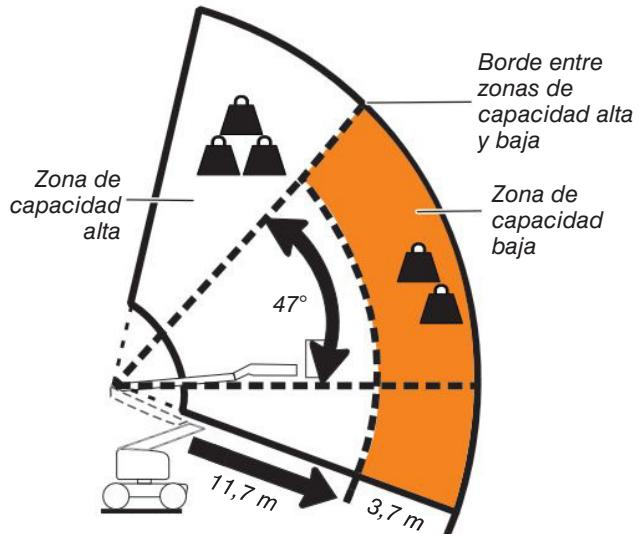
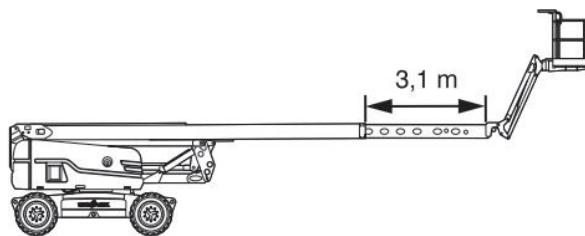

Figura 11 Zonas de capacidad alta y baja
Figura 12 Despliegue del soporte secundario de elevación a una zona de capacidad baja
*El movimiento hacia la zona de capacidad baja se produce cuando el soporte de elevación se baja o extiende a una posición donde se levanta menos de 47 grados y se extiende 3,1 m (consulte la Figura 11 y la Figura 12). Hay aproximadamente 5 1/2 muescas visibles en el soporte secundario de elevación cuando se extiende 3,1 m.*